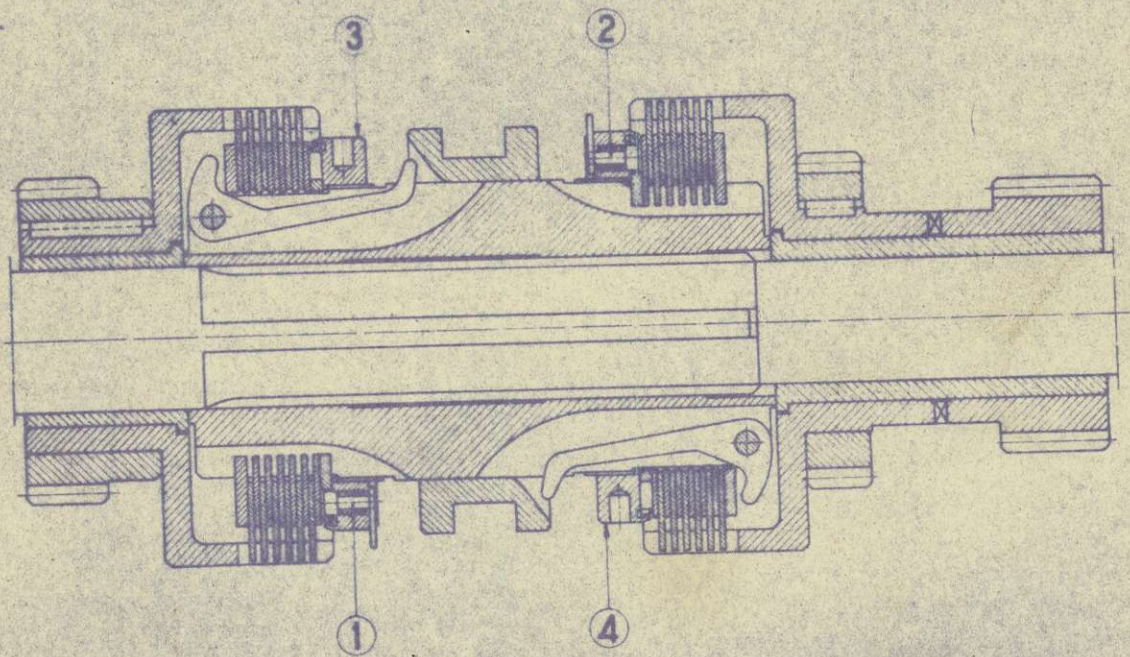

Fig. 13.
**f) RÉGLAGE DES FRICTIONS :** Fig. 13. — On atteint la friction en enlevant le couvercle de la poupée ; on fait ensuite tourner à la main la friction à régler, jusqu'à l'apparition du verrou « 1 » (ou « 2 ») se trouvant dans l'écrou de réglage « 3 » (ou « 4 »).